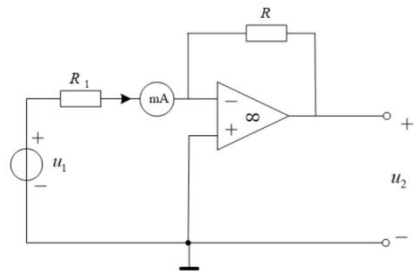

图3 CCVS实验电路
3. 按图3测定电流控制电压源的特性。
① 给定  $u_1=3V$ ， $R=3K\Omega$ ，测定电流控制型电压源性能，并计算  $\gamma_m$ 。